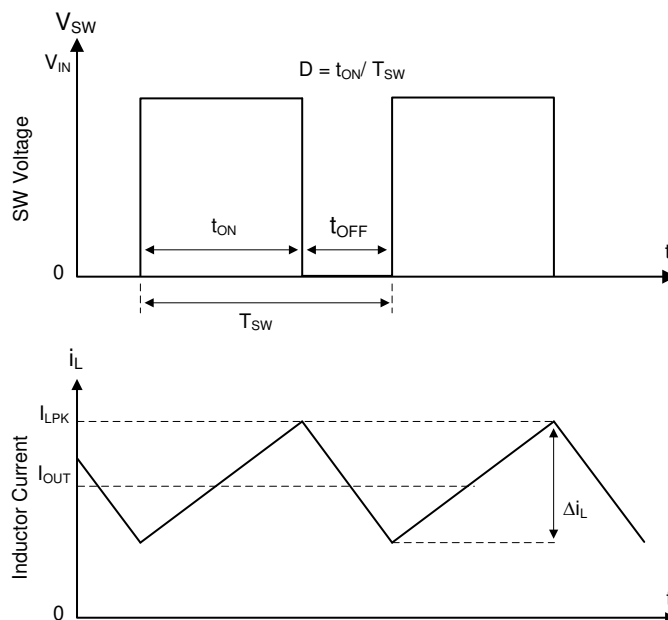

图 6-1. 连续导通模式 (CCM) 下的 SW 节点和电感器电流波形
TPSM84538 的以下运行说明涉及功能方框图和图 6-1 中的波形。TPSM84538 是一款同步降压转换器，具有集成式高侧 (HS) 和低侧 (LS) MOSFET (同步整流器)。TPSM84538 通过使用受控的占空比打开高侧和低侧 NMOS 开关来提供稳定的输出电压。高侧开关导通期间，SW 引脚电压上升至约 V_{IN} ，电感器电流 i_L 以线性斜率 $(V_{IN} - V_{OUT})/L$ 增加。当高侧开关被控制逻辑断开时，低侧开关在经过反击穿死区时间后将会导通。电感电流通过低侧开关以斜率 $-V_{OUT}/L$ 放电。降压转换器的控制参数为占空比 $D = t_{ON}/t_{SW}$ ，其中 t_{ON} 是高侧开关导通时间， t_{SW} 是开关周期。转换器控制环路通过调整占空比 D 来维持恒定的输出电压。在可忽略损耗的理想降压转换器中， D 与输出电压成正比，与输入电压成反比： $D = V_{OUT}/V_{IN}$ 。